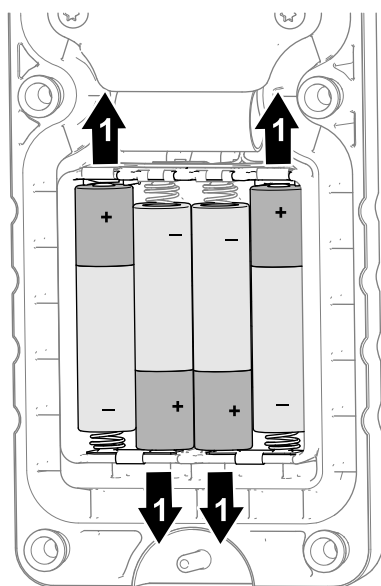

Figure 8
- Insérez les piles neuves dans leur logement dans le compartiment en respectant la polarité, comme montré à la Figure 8,
Remarque: Pour ne pas endommager les logements en installant les piles, respectez les marques de polarité (Figure 8) qui sont gravées dans le compartiment des piles. Si vous n'installez les piles correctement, la machine ne sera pas endommagée, mais la télécommande portable ne fonctionnera pas.